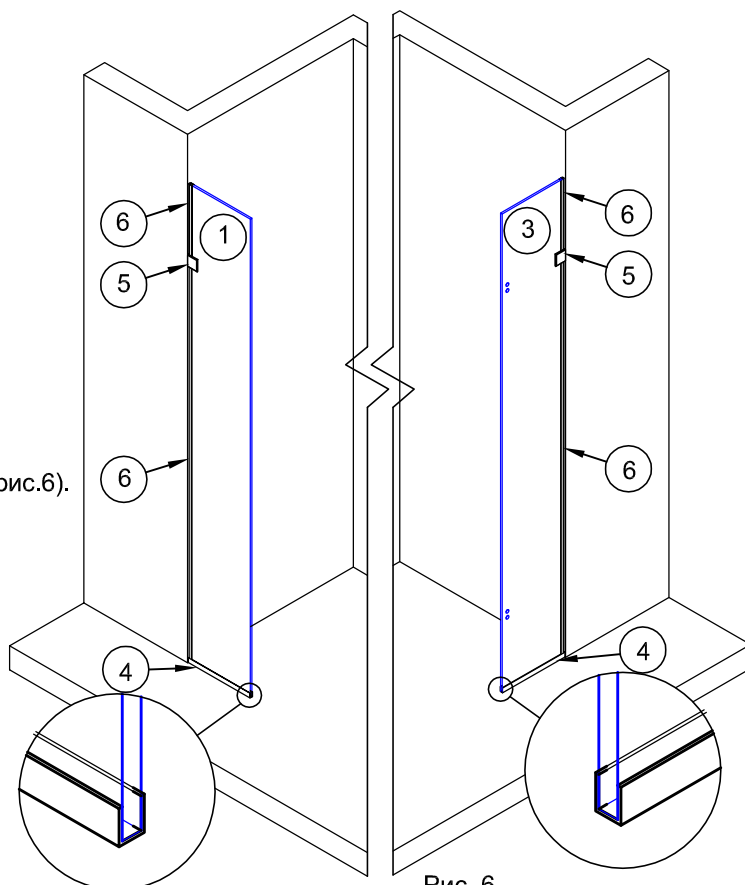

Рис. 6
2.5. Установить уплотнители №6 на торцы стекол панелей со стороны стен. Отрезки уплотнителей подрезать для плотного прилегания к держателям и к профилям №4 (рис.6).
2.6. В середину профилей №4 нанести силиконовый герметик. Количество герметика должно быть рассчитано на заполнение всех щелей между профилем и стеклом (рис.6).
Прижать стекло до стен и пола. Наружные торцы профилей №4 и стекло должны совпадать (рис.6).